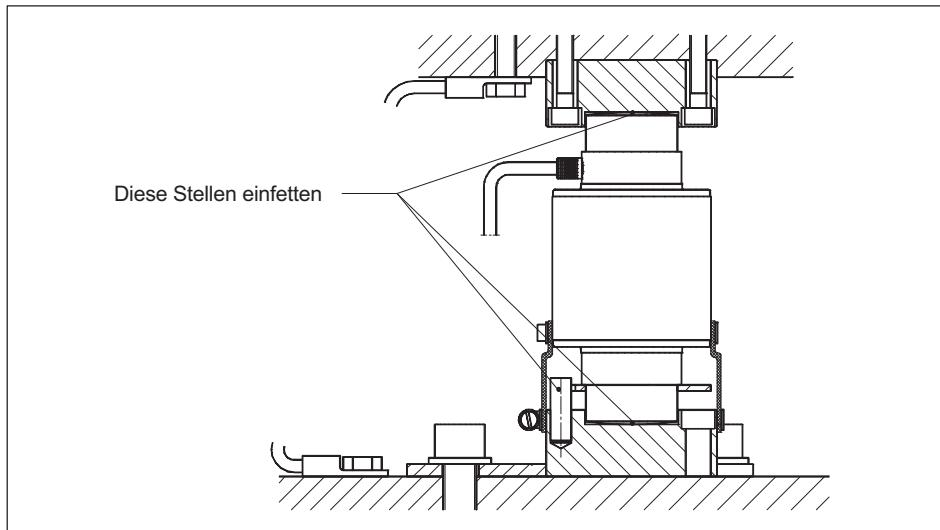

Abb. 6.2 Einzufettende Stellen
- ▶ Fetten Sie zum Schutz vor Verschleiß, Verschmutzung und Korrosion die oberen und unteren Lasteinleitungen in der Lastaufnahme sowie den Spannstift und die Verdrehssicherung an der Wägezelle mit dem mitgeliefert Fett reichlich ein (Abb. 6.2).